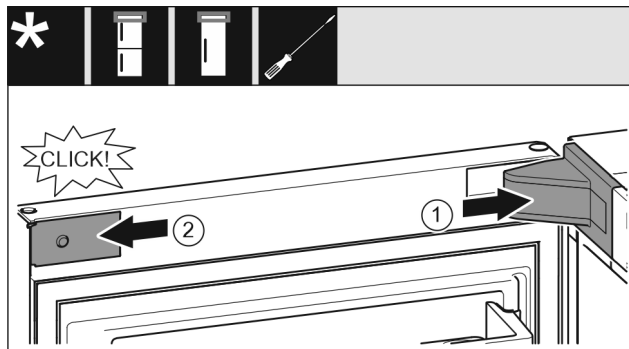

Fig. 42
- ▶ Mettre en place le cache du support de palier Fig. 42 (1) et l'enclencher. Au besoin, l'écarter avec précaution.
- ▶ Placer le cache Fig. 42 (2) sur le côté et l'enclencher.